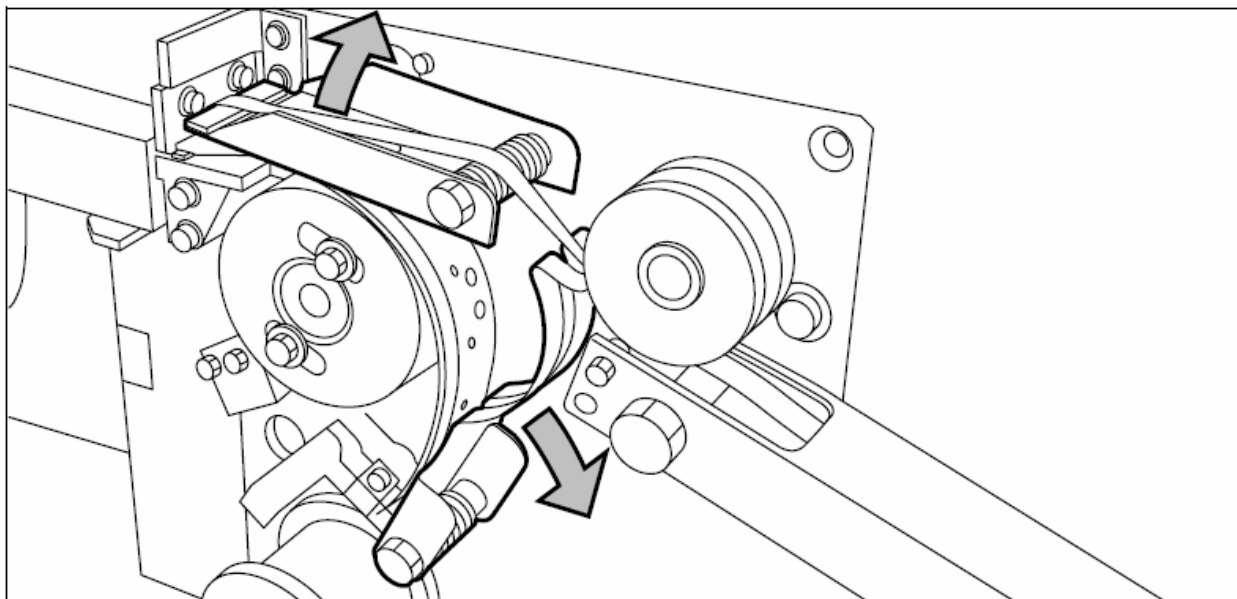

Рисунок 108. Показано, как раскрывать направляющие пластины
2. Отведите две направляющие от прижимного ролика (pin roller) и закрепите их в этом положении. (См. Рисунок 108).